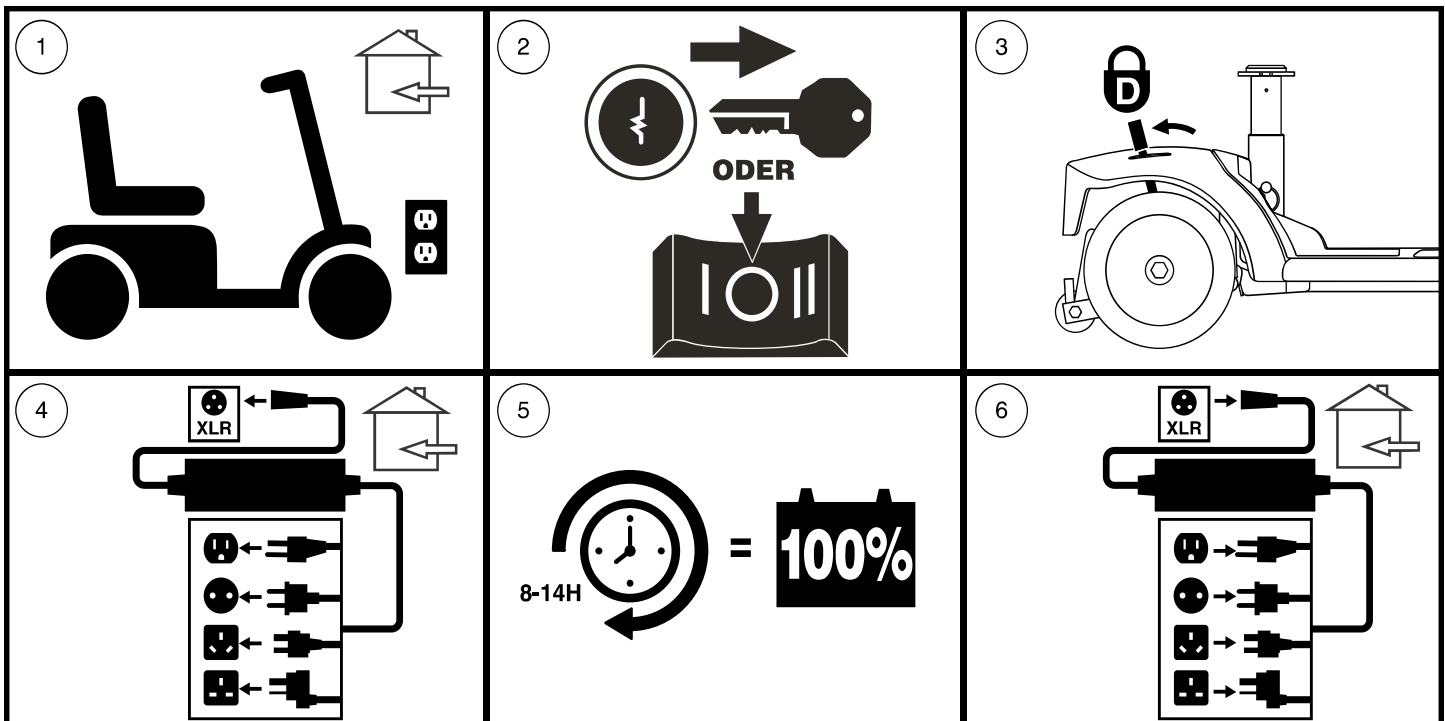

Abb. 20. Vorgehensweise zum Aufladen der Batterien
*Befolgen Sie die folgenden einfachen Schritte für eine sichere Ladung der Batterien (Abb. 20):*